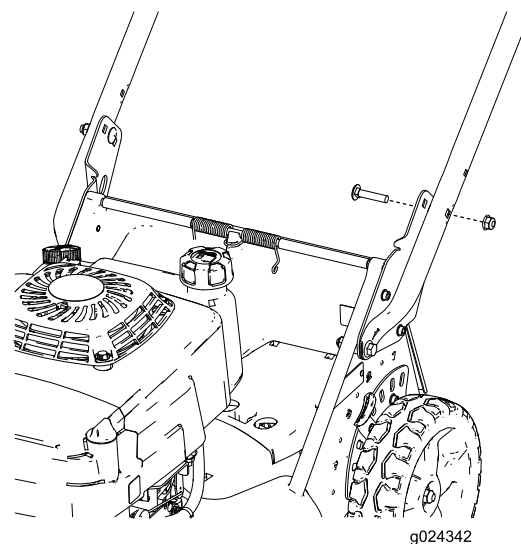

**Figure 4**
4. Tenez-vous derrière la machine à la position d'utilisation pour déterminer quelle hauteur du guidon vous convient le mieux (Figure 4).